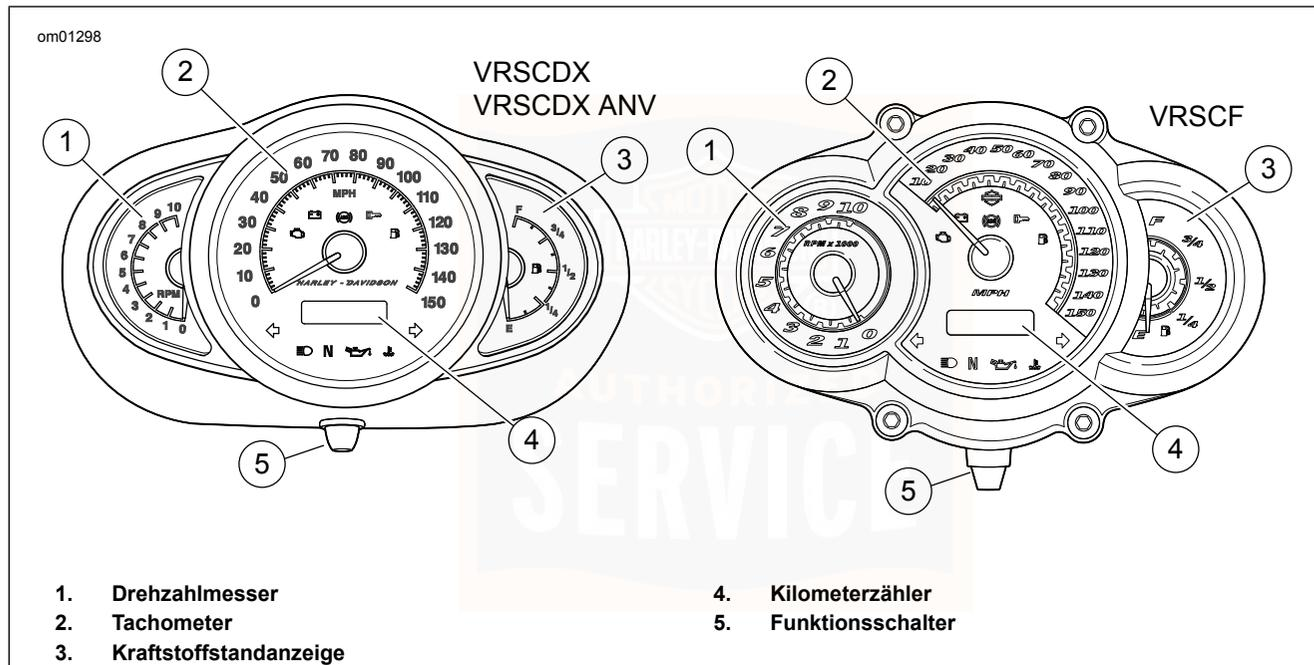

Abbildung 6. Instrumentenblock
Siehe Abbildung 6. Der Tachometer registriert die Vorwärtsgeschwindigkeit in Kilometer pro Stunde (internationale Modelle) oder Meilen pro Stunde (US-Modelle). Der Tachometer bietet auch folgende wählbare Funktionen:
1. Siehe Abbildung 6. Wenn der Zündschalter in beliebiger Stellung ist, werden durch Drücken des Funktionsschalters die Kilometerzähleranzeige und die Uhr aktiviert. Uhrzeit und Kilometerstand können ohne Entsperren des Zündschalters nachgesehen werden. Den Funktionsschalter kurz drücken, um den Kilometerzähler einzublenden. Den Funktionsschalter noch einmal kurz drücken, um die Uhrzeit einzublenden.
2. Siehe Abbildung 6. Den Funktionsschalter drücken, bis die Zeit (Stunden und Minuten) eingeleuchtet wird. Den Funktionsschalter fünf Sekunden oder so lange gedrückt halten, bis 12HR auf der Tachometeranzeige zu blinken beginnt. Den Knopf loslassen.
Siehe Abbildung 6. Der Drehzahlmesser misst die Motordrehzahl in Umdrehungen pro Minute (U/min).